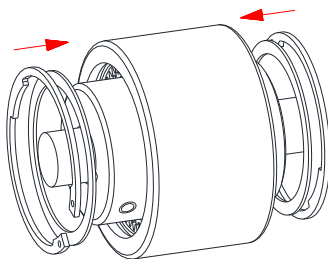

Bild 12
- Schieben Sie eine Nabe und eine Nabe mit Anlauf- und Sicherungsring auf die Wellen der An- und Abtriebsseite (siehe Bild 12).